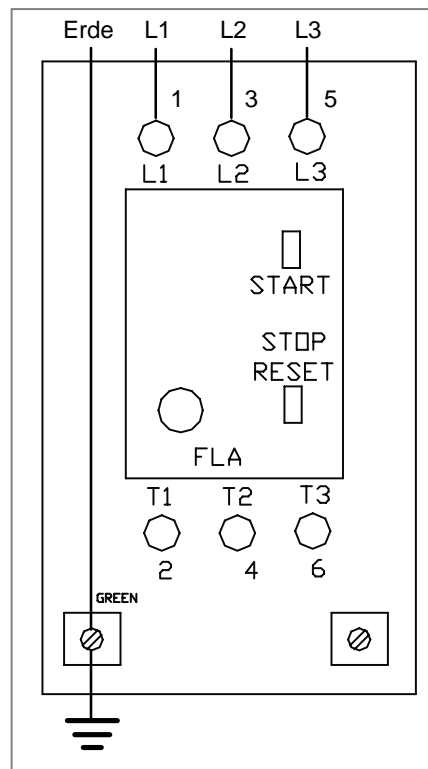

Abbildung 12
2. Das Leitungskabel durch den Klemmverschluß (AB) einführen, und die Mutter festziehen.
3. Für eine korrekte Dreiphasen-Motorwellendrehung die Leitungsphasensequenz L1, L2 u. L3 wie gezeigt (Abb. 12) mit den Anschlußklemmen verbinden.
**HINWEIS:** Der Erdungsdraht des Motors ist auch an der linken Klemme befestigt, die wie folgt markiert ist  $\frac{1}{3}$  (siehe Abbildung 12).
4. Den Erdungsdraht an der linken Klemme befestigen, die wie folgt markiert ist  $\frac{1}{3}$  (siehe Abbildung 12).